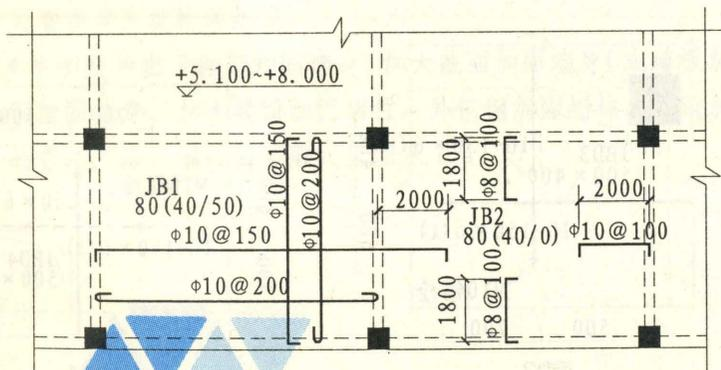

图 4.2.4 加大截面加固板平面注写方法示例
4.2.4 加大截面加固板施工图采用平面注写方法绘制时，需注写的内表 4.2.5 碳纤维加固楼板洞口平面注写方法注写内容包括：板编号、原板厚度、新增加的厚度和新增板配筋，见表 4.2.4 和图 4.2.4。
新增板配筋	见图 4.2.4